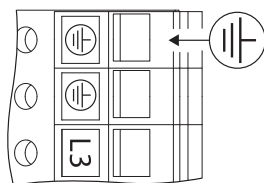

Fig. 26: Dodatkowe uziemienie
- Ze względu na większy prąd upływowy w przypadku silników o mocy od 11 kW, zgodnie z normą EN 61800-5-1:2008-04 wymagane jest dodatkowo wzmacnione uziemienie (patrz Fig. 26).